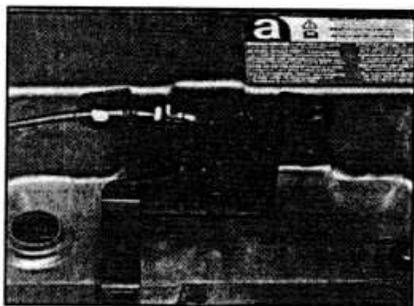

Рис. 11.11. Крепление троса к замку открытия капота.
- Откройте капот и отсоедините трос от замка капота. Отсоедините оболочку троса от замка (см. рис. 11.11).